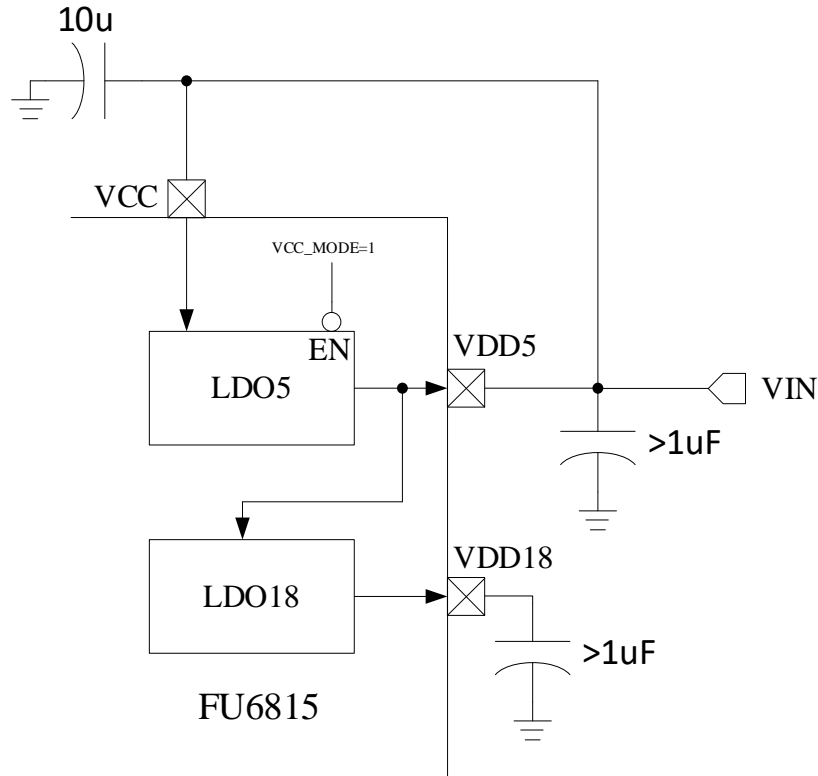

图 30-5 单电源低压模式电源连接
- 单电源低压模式( $VCC\_MODE=1$ )。  $VCC=VDD5=3\sim 5.5V$ 。参考图 30-5。